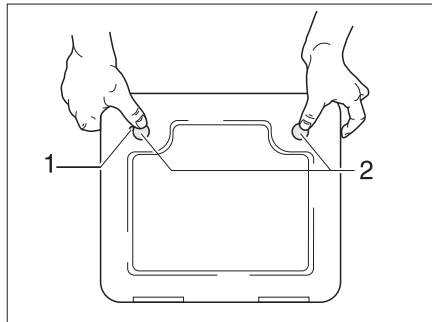

Fig. 354 Portillon pour la toilette à cassette
- Ouvrir le portillon pour la cassette à l'extérieur du véhicule. Insérer pour cela la clé dans le barillet du verrou de pression (Fig. 354,1) et la tourner d'un quart de tour.
- Appuyer du pouce et simultanément sur les deux verrous de pression (Fig. 354,2) et ouvrir le portillon pour la cassette.